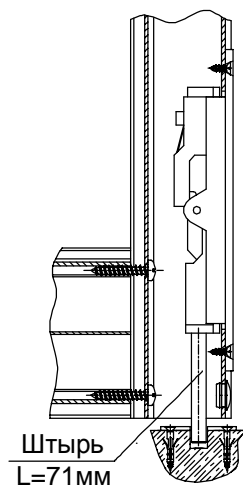

Рис. 6.8.6
- Схема установки шпингалета показана на рис. 6.8.6.